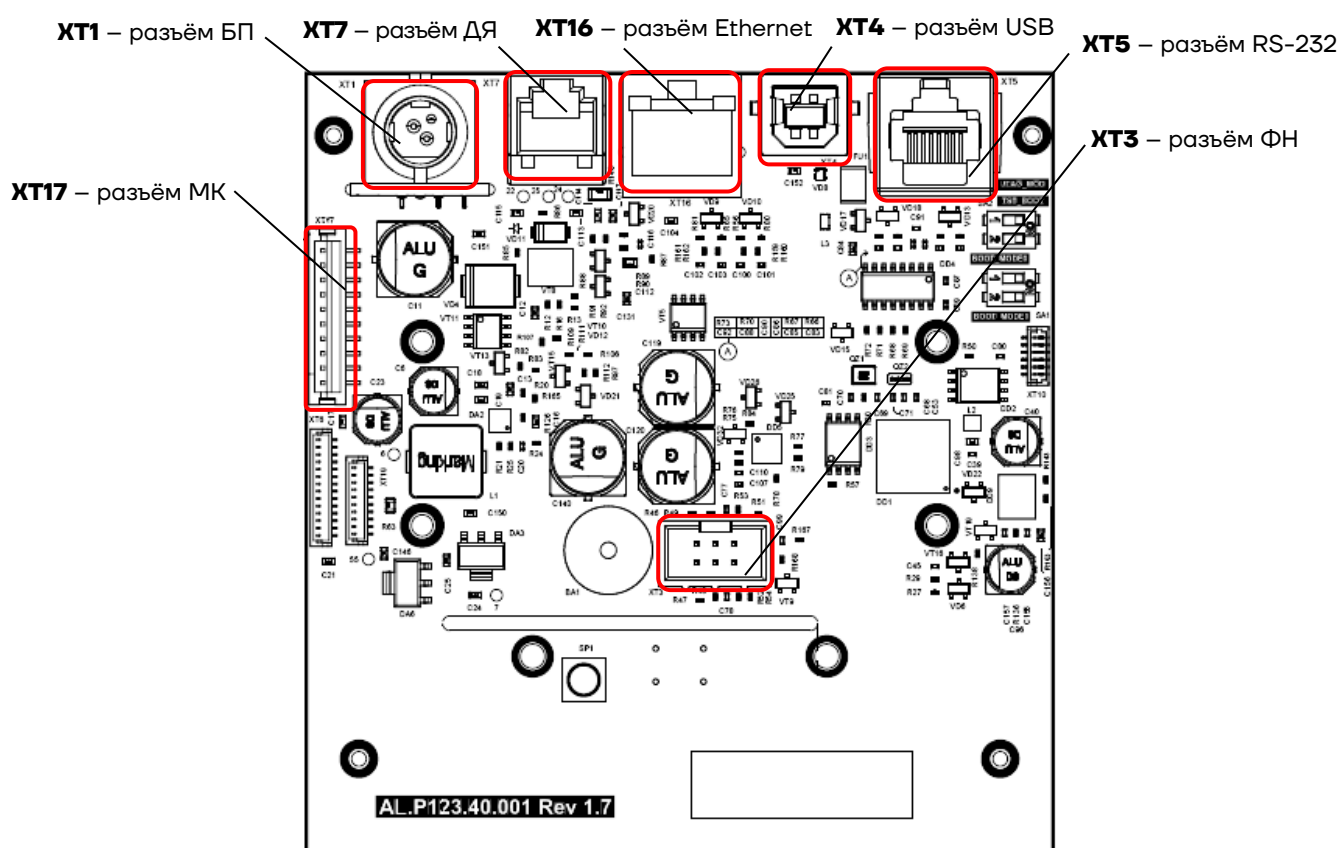
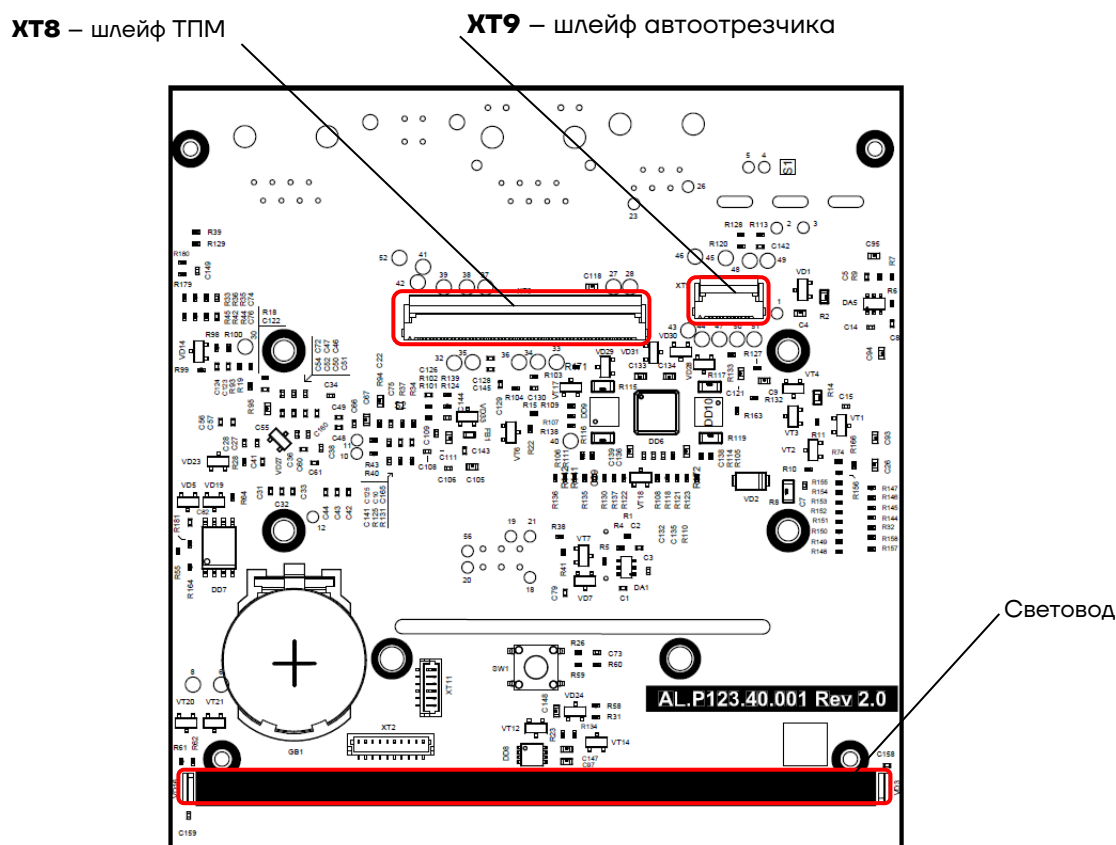

Рисунок 14. Расположение элементов блока управления AL.P123.40.001 rev 1.7 (вид сверху – TOP)
Рисунок 17. Расположение элементов блока управления AL.P123.40.001 rev 2.0 (вид снизу – BOT)
- Проверить наличие и количество разъемов блока управления. Блок управления AL.P123.40.001 должен содержать 8 разъемов (подробнее см. рисунок 14 – рисунок 17):